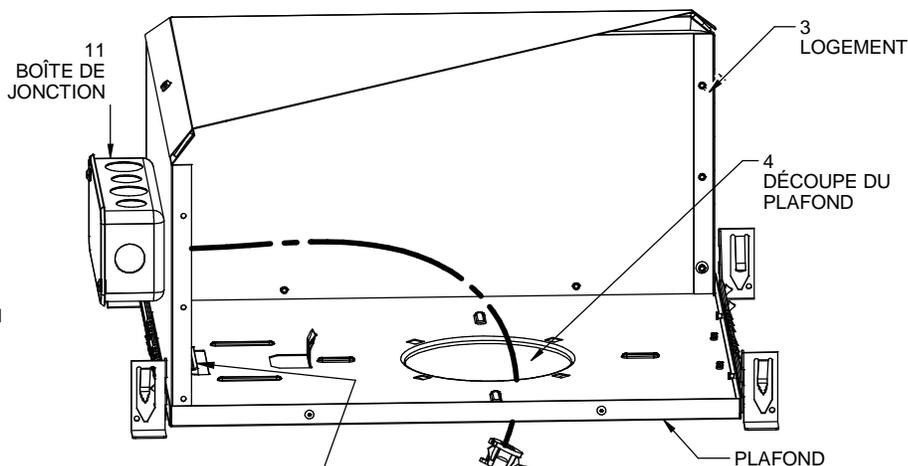

FIG 3.1
3. Installer l'ensemble moteur d'éclairage (1) dans le logement (3) : serrer tous les ressorts (9), l'insérer à travers la découpe de plafond (4) et le pousser délicatement contre le plafond. **FIG 3.1**